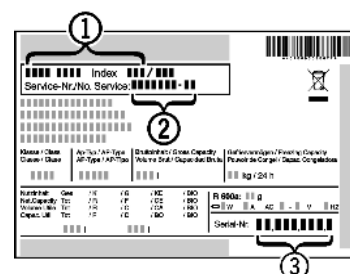

Fig. 16
- Наименование устройства **Fig. 16 (1)**, сервисный № **Fig. 16 (2)** и серийный № **Fig. 16 (3)** считайте с заводской таблички. Заводская табличка находится внутри устройства слева.
- Обратитесь в сервисную службу и сообщите вид неисправности, наименование устройства **Fig. 16 (1)**, сервисный № **Fig. 16 (2)** и серийный № **Fig. 16 (3)**.